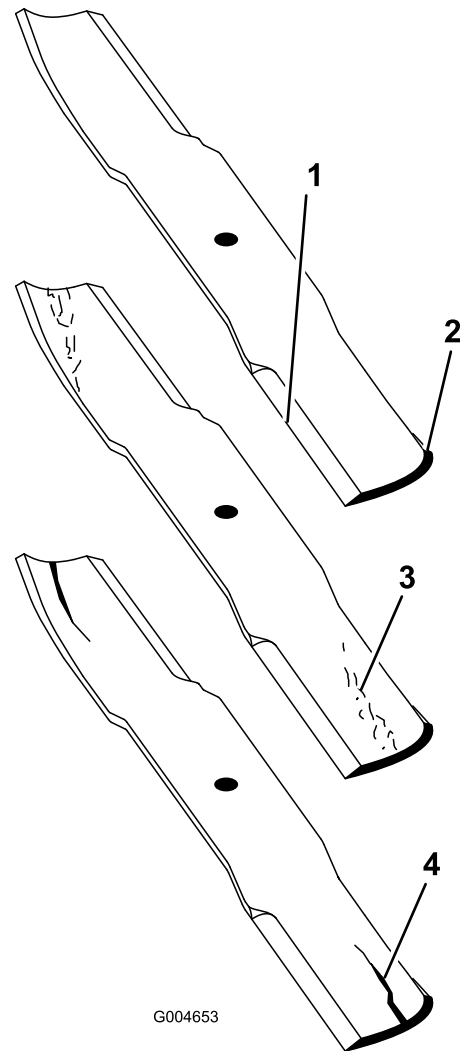

Bild 25
1. Untersuchen Sie die Schnittkanten (**Bild 25**). Entfernen und schärfen Sie die Messer, wenn die Schnittkanten nicht scharf sind oder Auskerbungen aufweisen. Siehe **Schärfen der Messer (Seite 19)**.
2. Untersuchen Sie die Schnittmesser, insbesondere den flachen Bereich (**Bild 25**). Wenn Sie Schäden, Verschleiß oder Rillenbildung in diesem Bereich feststellen (**Bild 25**), sollten Sie sofort ein neues Schnittmesser einbauen.